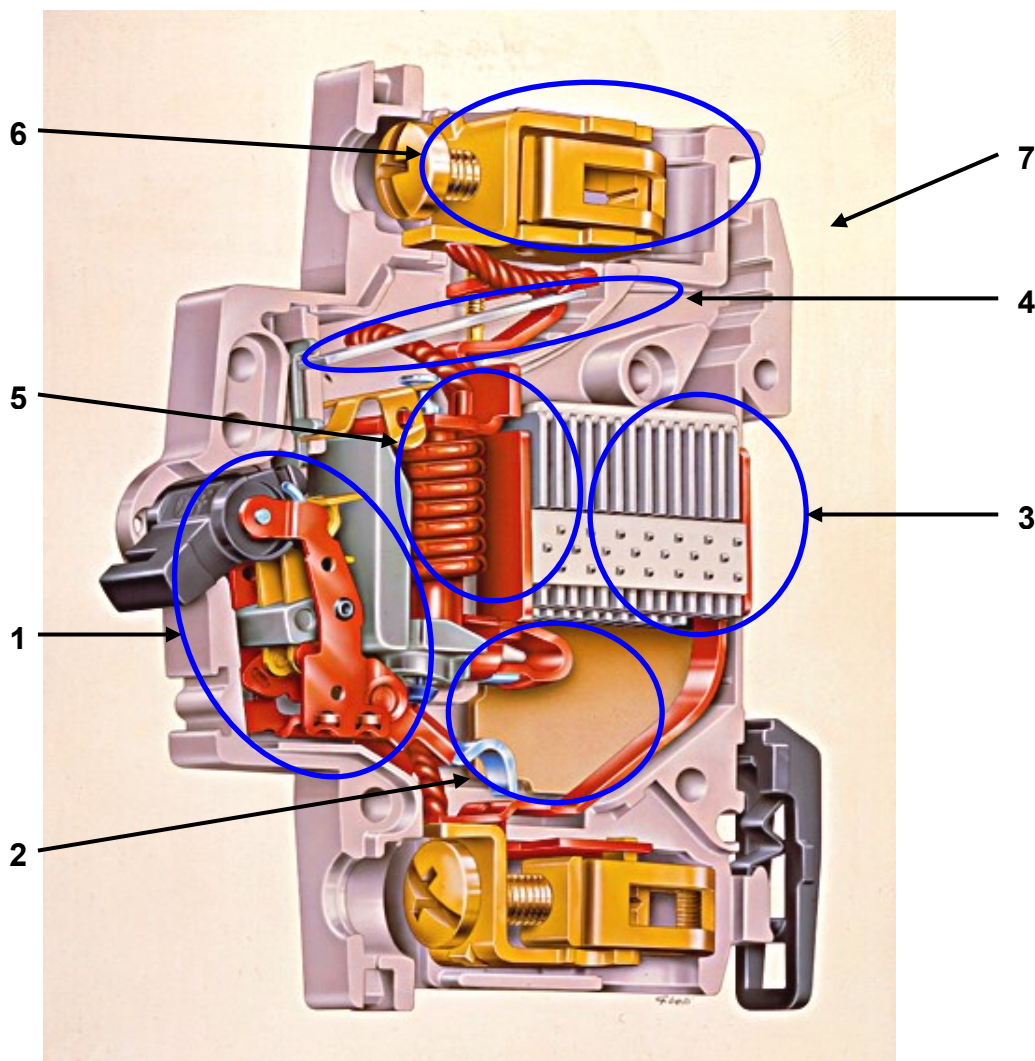

Рис.1
**теплового (4) и/или электромагнитного (5) расцепителя**, устройства для подключения внешних проводников (6). Все эти элементы заключены в корпус из материала, не поддерживающего горение (7). Указанные основные элементы в том или ином виде обязательно присутствуют в любом АВ. В устройстве панельных АВ часто применена **кнопка «Тест»**, она предназначена для проверки работоспособности механизма расцепления. На рис.1 показано устройство АВ на примере модульного автоматического выключателя.